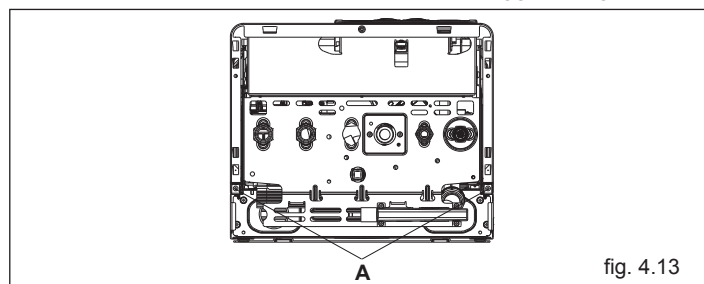

fig. 4.13
- Rimuovere il mantello svitando le viti di fissaggio **A** (fig. 4.13).